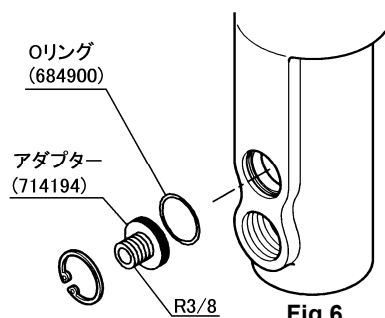

Fig.6
- 外部排気などをお考えの方は専用のアダプター(Fig.6)を用意しておりますので、お問い合わせください。